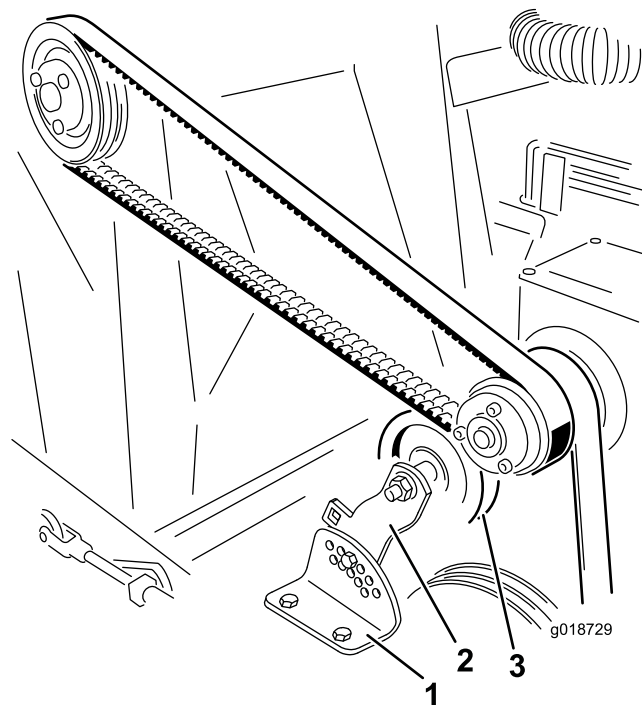

Figura 23
2. Retire la tuerca y el perno que sujetan el soporte de la polea tensora al soporte de ajuste de tensión (Figura 23).